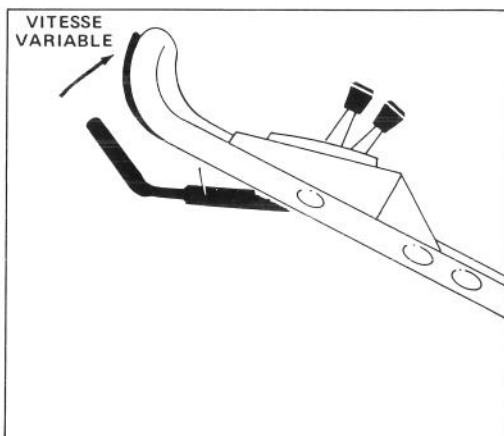

Figure 12
La vitesse au sol varie en fonction de l'espace entre la barre de commande et le mancheron (Fig. 12).
6. ARRET (Fig. 12) — Relâchez la barre de commande pour arrêter l'entraînement. Placez le contrôle de vitesse au sol en position "N" sur les modèles auto-propulsés. Pour arrêter le moteur, placez la commande des gaz en position OFF (ARRET). Retirez la clé du commutateur ou débranchez le câble de la bougie si la tondeuse n'est pas en usage ou n'est pas surveillée.